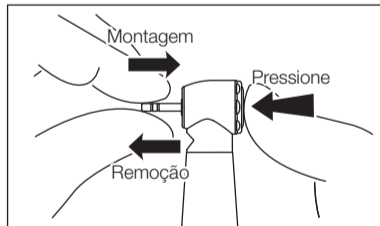

Fig. 3
- 2) Prima o botão da tampa e introduza a broca totalmente no dispositivo de fixação (Fig. 3). Depois de colocar a broca, verifique se está colocada adequadamente, puxando por ela.